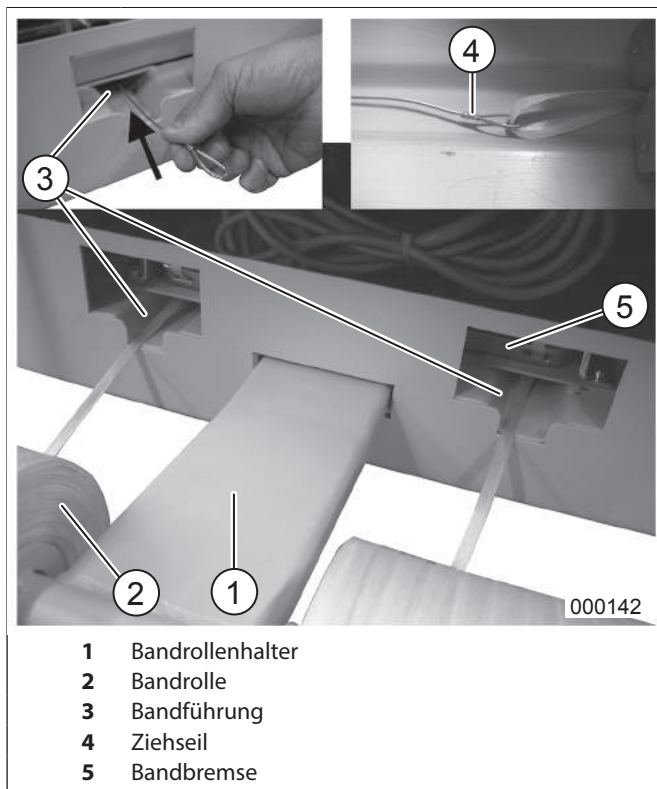

Abb. 22 Auswechseln der Bandrollen
4. Bandrollen (Abb. 22/2), wie gezeigt, mit den Enden nach unten laufend auf den Bandrollenhalter (Abb. 22/1) stecken.
5. Das Band-Ende an einer Schlaufe des mitgelieferten Ziehseils (Abb. 22/4) befestigen, das andere Ende des Seils durch die Öffnung der Bandbremse (Abb. 22/5) hindurch in die Bandführung (Abb. 22/3) einschieben. Das angehängte Band kann nun mit Hilfe des zuvor durchgeschobenen Ziehseils durch die Bandführung hindurchgezogen werden, bis es im Pressraum sichtbar wird.
7. Beide Bänder, wie schon unter der Rubrik „Auslegen der Bänder für neuen Ballen“ beschrieben, einlegen und die Bandbremse (Abb. 22/5) schließen.